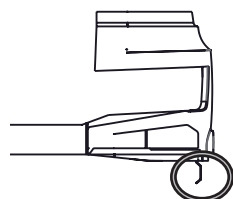

図1. エプロンブラケット位置
1. パイプバンパーサイドに⑤ステップステーを図 1 の向きで取付けます。
2. 進行方向に対してステップ後方にある純正ボルトを利用します。ボルトを取り外し⑤ステップステーを使用してパイプバンパー サイドを仮止めしてください。